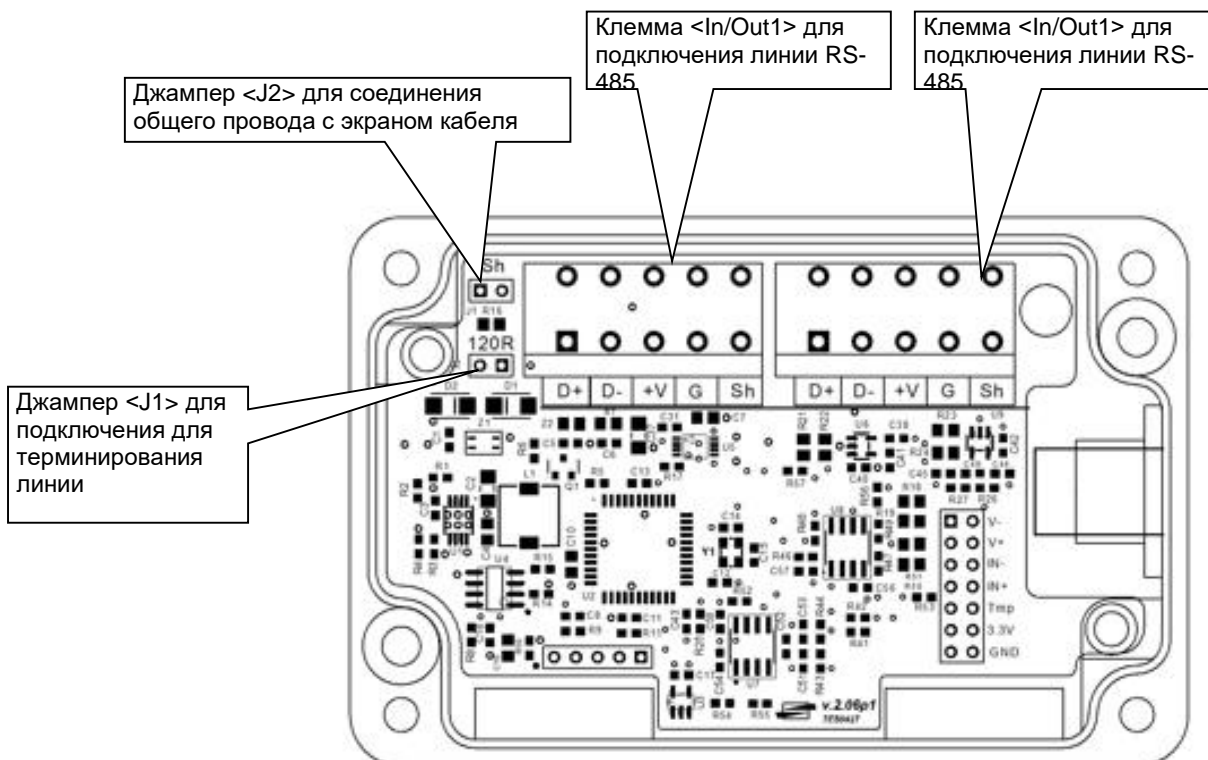

Рис. 2 - Внешний вид платы электронного блока датчика CMG
3.1 Расположение клемм подключения датчика представлен на рис. 2